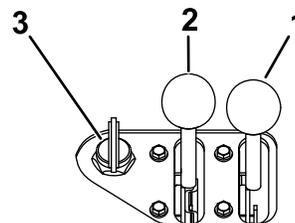

Bild 16
1. Stellen Sie den Gasbedienungshebel zwischen die Stellung LANGSAM und SCHNELL (Bild 16).
- A. Stellen Sie den Chokehebel in die EIN-Stellung (Bild 16).
- B. Drehen Sie den Schlüssel in die EIN-Stellung (Bild 16). Lassen Sie den Schlüssel los, wenn der Motor anspringt.
- C. Schieben Sie den Chokehebel langsam in die AUS-Stellung (Bild 16). Schieben Sie beim Absterben oder Aussetzen des Motors den Choke wieder nach vorne, bis der Motor warm gelaufen ist.
3. Für Kohler-Motoren: Drehen Sie den Schlüssel in die EIN-Stellung (Bild 16). Lassen Sie den Schlüssel los, wenn der Motor anspringt.
4. Schieben Sie den Gasbedienungshebel in die gewünschte Stellung (Bild 16).
2. Stellen Sie den Gasbedienungshebel in die LANGSAM-Stellung (Bild 16).